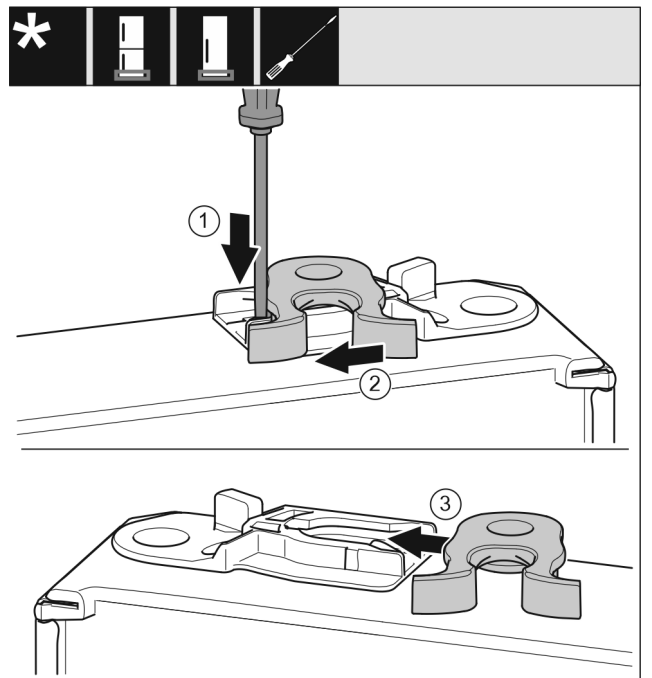

Fig. 16
- Press lasken ned med skrutrekkeren. Fig. 16 (1)
- Trekk låsekrokene ut av føringene. Fig. 16 (2)
- Skyv låsekrokene inn i føringen på den andre siden. Fig. 16 (3)